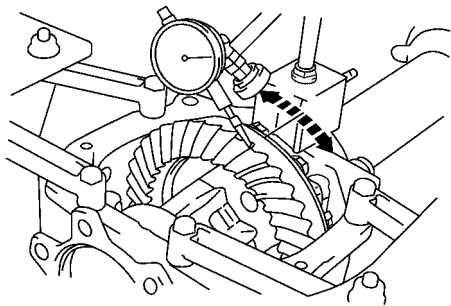

图 14-71 检查齿圈的齿隙
(6) 检查齿圈的齿隙。将千分表固定在与齿面成 90° 角的位置, 并固定位驱动小齿轮法兰, 测量齿圈的齿隙, 如图 14-71 所示。